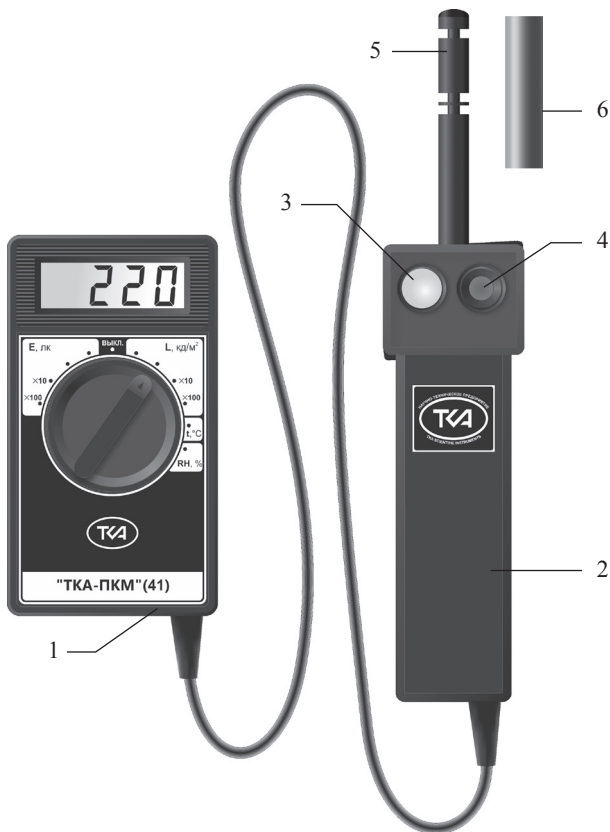

Рис.1 – Внешний вид прибора “ТКА-ПКМ”(41)
5.1 Конструктивно прибор выполнен в виде двух функциональных блоков: блока обработки информации (БОИ) и измерительной головки (ИГ), соединённых между собой кабелем связи (Рис.1).